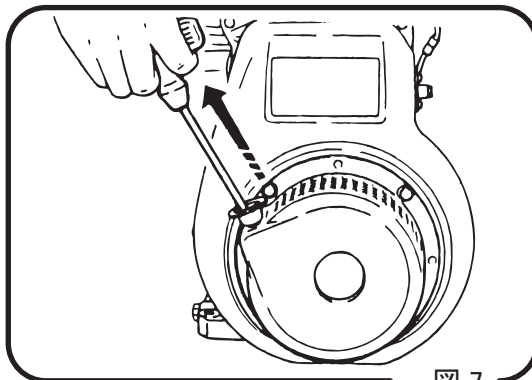

図 7
- 4 リコイルスターターの始動ノブを握り、少し引くと軽く手ごたえがあります。そこから勢い良く引張って下さい。この時、ロープを引張りすぎるとロープが切れたり抜けてしまう恐れがありますから御注意下さい。(図 7)